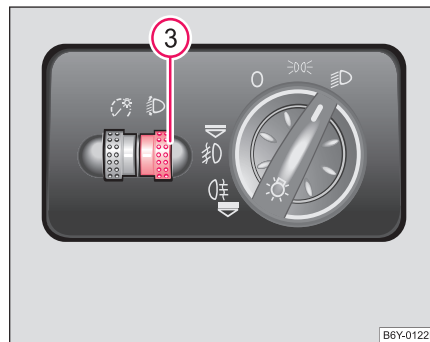

Fig. 31 Tabloul de bord: reglarea distanței de proiectare a luminii farurilor
- Rotiți întrerupătorul ③ ⇒ Pagina 54, Fig. 31, până când luminile de întâlnire sunt fixate astfel încât să nu orbească ceilalți participanți la trafic.